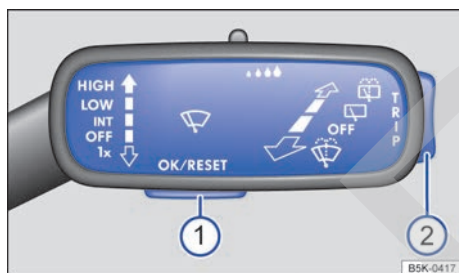

Fig. 27 En el lado derecho de la columna de dirección: teclas de la palanca del limpiacristales (representación esquemática).
Mientras haya una advertencia con prioridad 1 → pág. 23, no se podrá acceder a ningún menú. Algunas advertencias se pueden confirmar y ocultar con la tecla → fig. 27 ①.
- Si se muestra un mensaje o el pictograma de un vehículo, pulse la tecla → fig. 27 ①; si es necesario, varias veces.
- Para visualizar los menús → pág. 29 o para volver a la selección de menús desde un menú o desde una indicación informativa, mantenga pulsada la tecla basculante → fig. 27 ②.
- Para abrir el menú o la indicación informativa que se muestre, pulse la tecla → fig. 27 ① o espere algunos segundos hasta que el menú o la indicación informativa se abra automáticamente.
- En el menú visualizado, pulse la parte superior o inferior de la tecla basculante → fig. 27 ② hasta que se marque la opción de menú deseada. La opción aparece enmarcada.
- Pulse la tecla → fig. 27 ① para realizar las modificaciones deseadas. Una marca indica que la función o el sistema en cuestión están activados.